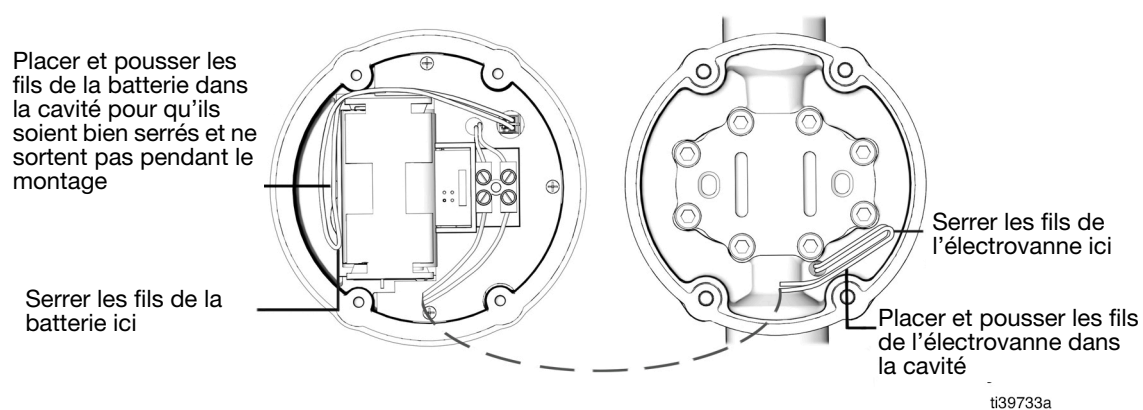

FIG. 9
REMARQUE : Les numéros de référence dans les instructions suivantes se réfèrent à FIG. 8 et FIG. 9.
2. Remonter la protection contre les chocs (37).
3. Retirer les quatre (4) vis (9) du boîtier du compteur (10) et retirer le cadran électronique (1).
4. Localiser le bloc de piles et retirer les piles (36).
6. Insérer les nouvelles piles (36) comme indiqué sur le porte-piles (positions négative et positive). Appuyer fermement.
8. Positionner les fils comme indiqué sur FIG. 9, afin de minimiser le pincement des fils entre le boîtier du compteur et le boîtier du cadran.
9. Examiner le joint (2) de cadran pour voir s'il est endommagé. Remplacer si nécessaire.
10. Placer le cadran électronique (1) sur le boîtier du compteur (10).
11. Réinstaller les quatre (4) vis (9) en les serrant selon un motif diagonal à 15 - 25 po-lb 1,7 - 2,8 N•m.